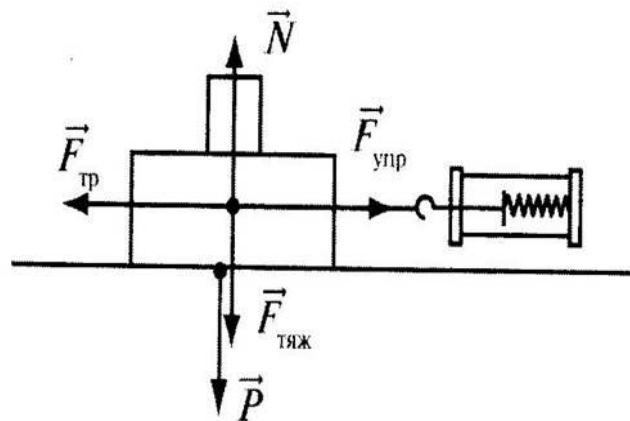

Рис. 2.1.4
1) Схема экспериментальной установки (рис. 2.1.4):